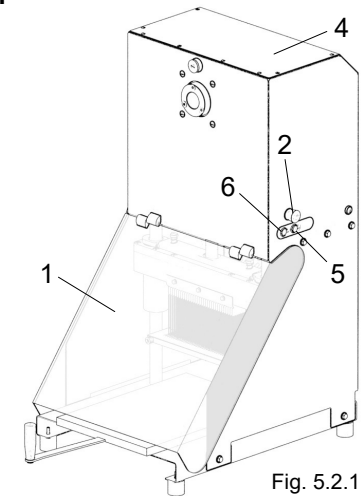

Fig. 5.2.1
- 1 - Avec la machine en marche, ouvrir la porte avant « 1 » fig. 5.2.1. La machine doit s'arrêter immédiatement.
- 2 - Pour arrêter la machine, appuyer sur le bouton poussoir d'arrêt d'urgence « 2 » fig. 5.2.1. La machine doit s'arrêter immédiatement.
- 3 - Vérifier que le carénage en acier inox « 4 » fig. 5.2.1 est intact et fixé de manière rigide.
Avec la machine branchée au réseau et l'ustensile en mouvement, appuyer sur le bouton d'arrêt OFF (réf. 5 fig. 5.2.1).
Pour allumer la machine, il suffit d'appuyer sur le bouton de marche ON (réf. 6 fig. 5.2.1). Ne démarrer la machine qu'après avoir correctement branché la fiche à l'alimentation électrique.
Pour arrêter la machine, appuyer sur le bouton d'arrêt OFF (réf. 5 Fig. 5.2.1.). Le bloc lames doit revenir à sa position initiale et la machine s'arrête.